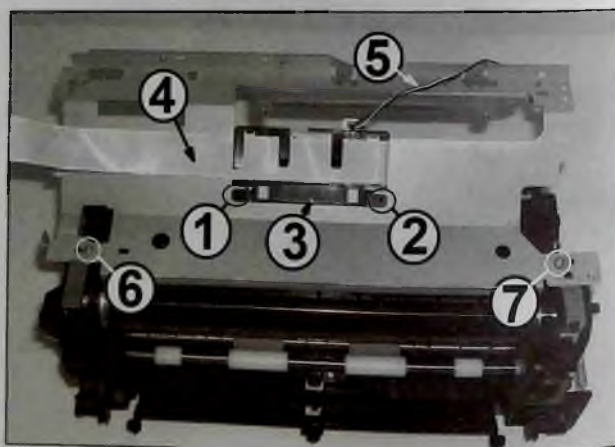

Рис. 20
1. Располагают принтер задней стороной к себе. Освобождают два фиксатора (1 и 2 на рис. 20) пластмассового кронштейна (3) прокладки шлейфа (4) подключения линейки светодиодов блока ксерографии к плате формatera и жгут (5) датчика тонера. Перемещают кронштейн в правую сторону до выхода крепления кронштейна из прямоугольных отверстий пластины. Далее приподнимают кронштейн вверх и снимают его в сборе с шлейфом и жгутом подключения датчика тонера с верхней пластины.
2. Откручивают два самореза (6 и 7 на рис. 20) крепления верхней пластины к блоку ксерографии. Перемещают пластину вверх, аккуратно вынимают шлейф и жгут датчика в сборе с кронштейном крепле-